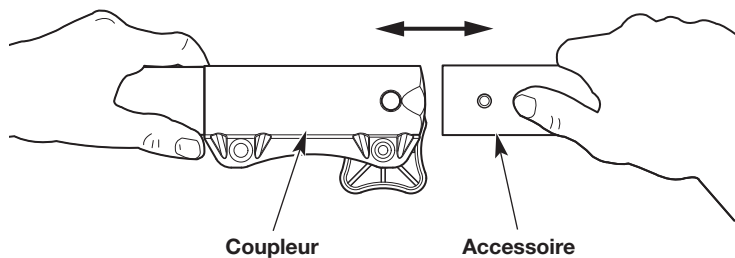

Fig. 4
4. Retirez l'accessoire du coupleur (Fig. 4).